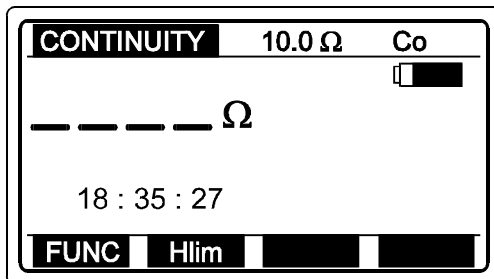

Fig. 14. Gennemgangstest menu
- ◆ Vælg **Gennemgangstest** funktion, brug **FUNC** (F1) knap. Gennemgangstest er Valgt, når **CONTINUITY** står øverst i displayet, se fig. 14
- ◆ Tryk på **Back** (F1) knap efter grænseværdien er sat, for at returnere til "gennemgangsmenu (se fig. 14).